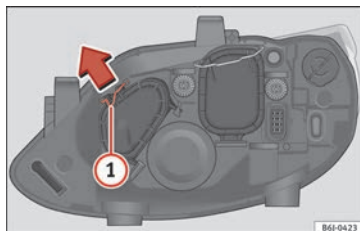

Fig. 180 Luci di posizione
- Far scorrere il tirante (1) nel senso della freccia e sfilare la chiusura » fig. 180.